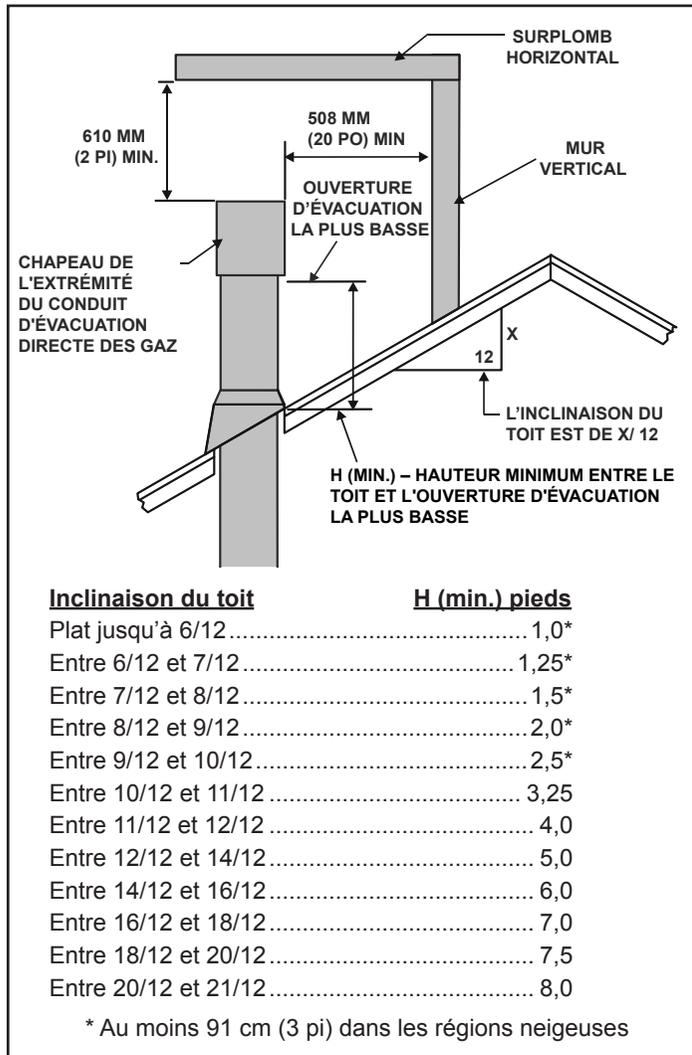

Figure 7.11 Hauteur minimum entre le toit et l'ouverture d'évacuation la plus basse
- Voir les exigences minimales de hauteur pour déterminer la longueur du conduit d'évacuation devant traverser le toit selon différentes inclinaisons de toit (figure 7.11).